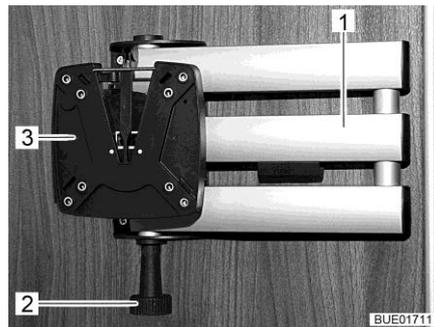

Fig. 89 Support (bras articulé de deux pièces)
- Tirer sur le bouton de déverrouillage (Fig. 89,2). Le bras articulé (Fig. 89,1) est déverrouillé.
- Faire retourner l'écran plat dans sa position initiale jusqu'à ce que le support (Fig. 89,3) s'enclenche de manière audible dans le dispositif de verrouillage.